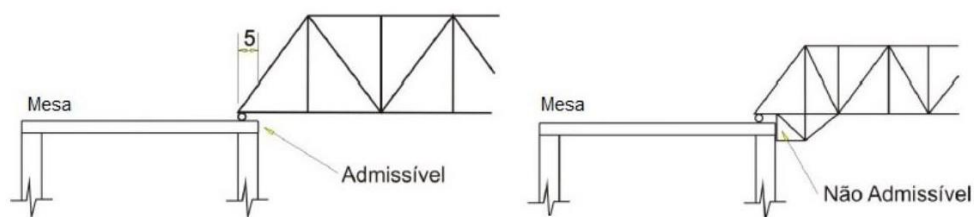

Figura 3 – Esquema de Apoio
2.2.7 – Não será admitido o uso de faces verticais da mesa como ponto de apoio, conforme indicado na **Figura 3**;